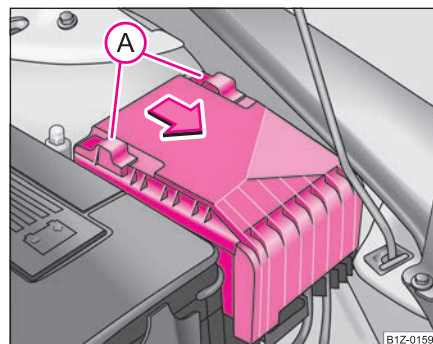

Fig. 218 Capacul cutiei de siguranțe din compartimentul motorului
- Deplasați mânerul de siguranță (A) ⇒ fig. 218 până la limită, în spatele mânerului de siguranță apare simbolul ; scoateți capacul. ►